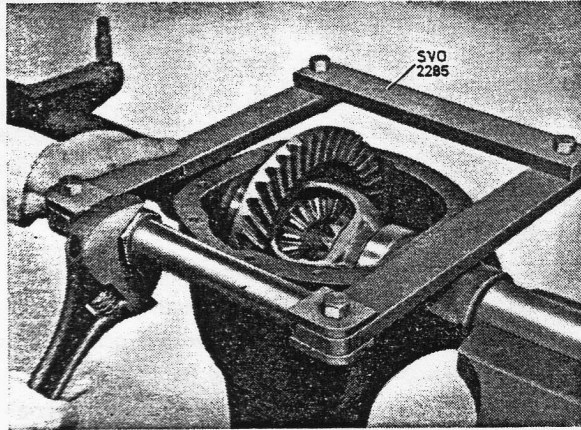

Bild 5-23. Ausgleichgetriebe ausbauen
7. Spannvorrichtung SVO 2285 in die Löcher des Hinterachsgehäuses einsetzen, siehe Bild 5-23. Spannmutter mit der Hand so weit wie möglich andrehen und dann mit einem Schlüssel anziehen, bis das Ausgleichgehäuse verhältnismässig leicht herausgehoben werden kann. Mutter nicht zu fest anziehen, da sich das Achsgehäuse verziehen kann. Ausgleichgehäuse mit Tellerrad herausnehmen.